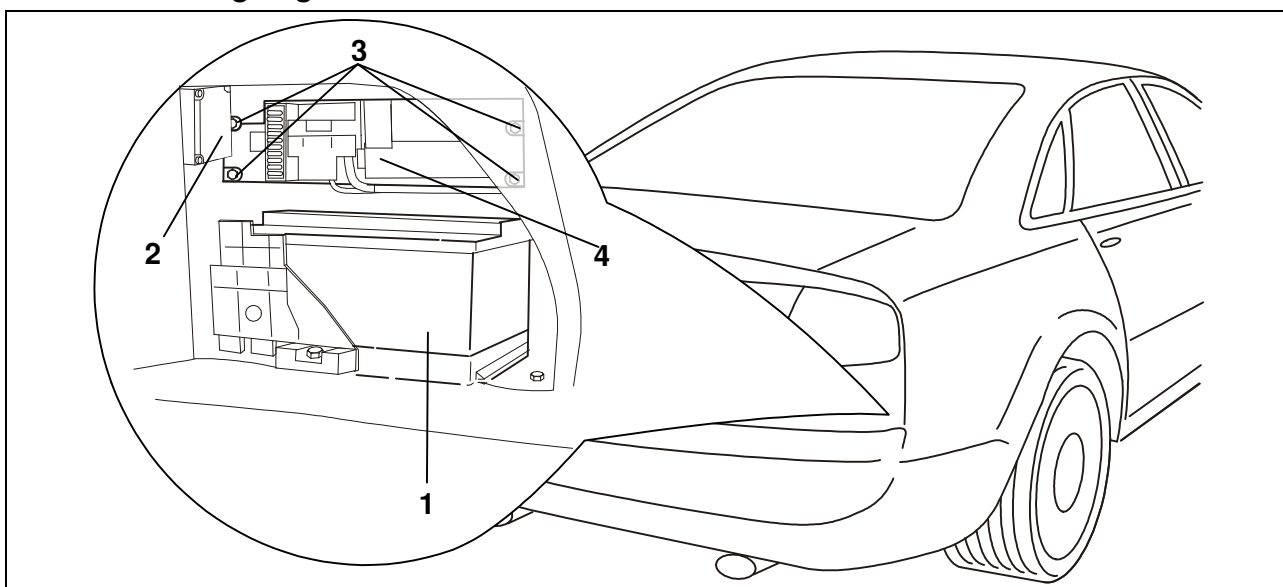

Fig. 1: Accu en werktuigdrager
3. Bevestigingen en aansluitingen van de accu (Fig. 1/1) losmaken en aftrekken.
4. Beide bevestigingsschroeven van de batterij-manager (BEM) (Fig. 1/2) losmaken.
5. De vier bevestigingsschroeven (Fig. 1/3) van de werktuigdrager (Fig. 1/4) losmaken